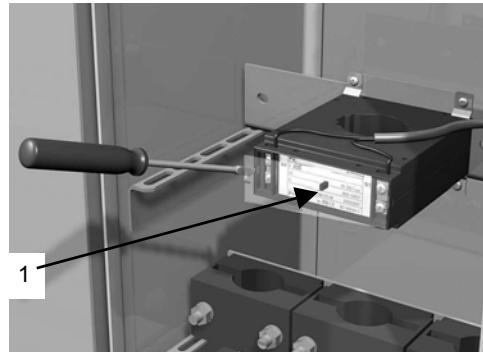
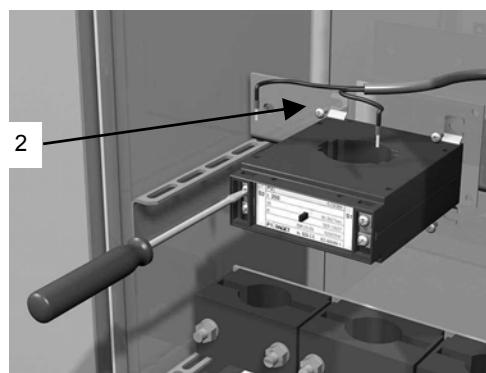

Рисунок 6-9: Подключение проводов трансформатора
Рисунок 6-10: Места подключения трансформаторов
2. Для получения доступа к точкам подключения проводов снимите прозрачную пластмассовую крышку (см. Рисунок 6-9).
3. Отсоедините провода (1).
4. Открутите 4 болта (2), с помощью которых трансформатор прикреплён к установочной шине (см. Рисунок 6-10).
11. Подсоедините провода к трансформатору тока (см. Рисунок 6-9).